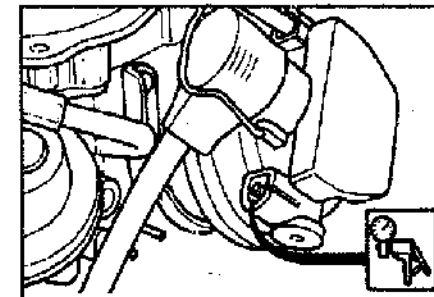

Рис.2 Вакуумное соединение.
- Присоединить вакуумный насос к разгрузочному клапану (Рис.2) и создать разрежение в 250 mBar.